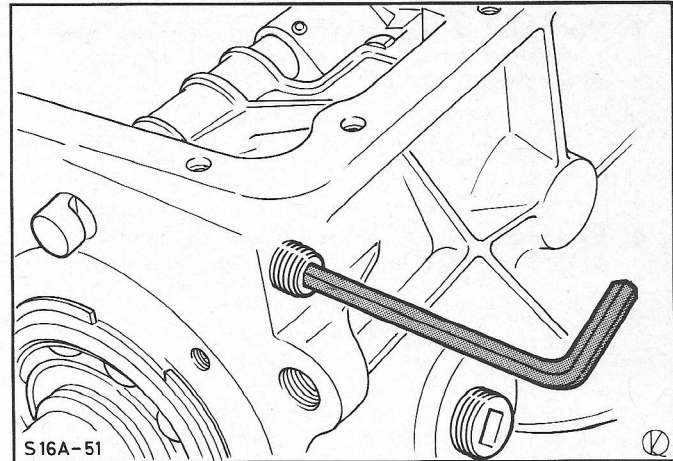

Fig. 10 Schakelarretering verwijderen.
12. Verwijder de opsluitbout van de schakelarretering opzij van de versnellingsbak, fig. 10. Neem de veer van de arreterstift met een staafmagneet uit de boring.